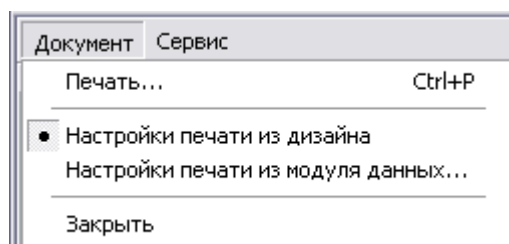

Рис. 7.101
1. В главном окне редактора откройте меню **Документ** (Рис. 7.101).